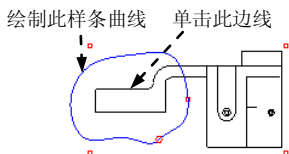

图 11.2.12 绘制局部视图的边界线
(2) 绘制局部视图的边界线。
① 此时在系统 选择新的参考点。单击“确定”完成。的提示下，单击图 11.2.12 所示的边线。
② 在系统 在当前视图上草绘样条来定义外部边界。的提示下，直接绘制图 11.2.12 所示的样条曲线来定义部分视图的边界。当绘制到封闭时，单击鼠标中键结束绘制（在绘制边界线前，不要选取样条曲线的绘制命令，而是直接单击进行绘制），然后单击 **应用** 按钮。